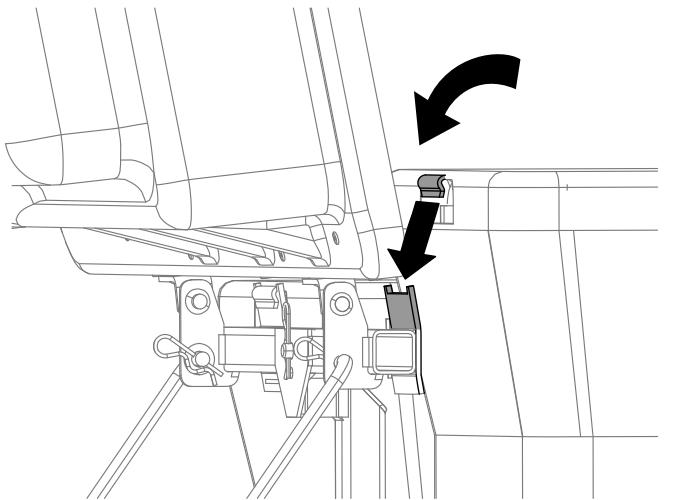

Figura 12
4. Alzate il coperchio del sistema di raccolta e inserite i cesti facendo scorrere i ganci del telaio dei cesti sulle staffe di ancoraggio (Figura 12).